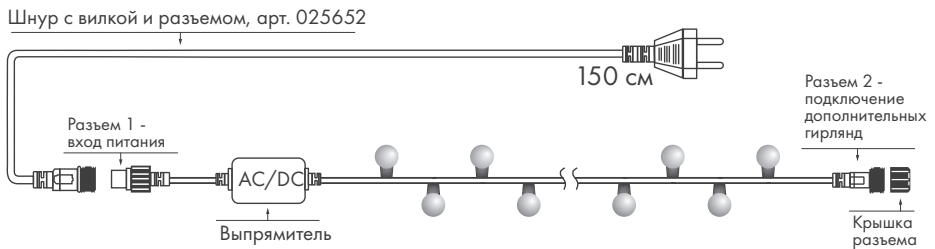

Рисунок 1. Схемы подключения.
**ВНИМАНИЕ!** Гирлянды длиной 10 и 20 м поставляются без шнура для подключения к сети питания. Шнур питания приобретается отдельно. Запрещается подключать гирлянду к сети AC 230 В без данного шнура питания, см. рисунок 1.